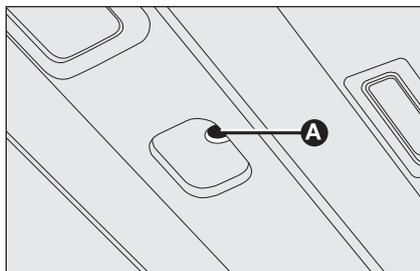

fig. 98
- ❑ l'introduire dans le logement **A-fig. 98** et tourner :